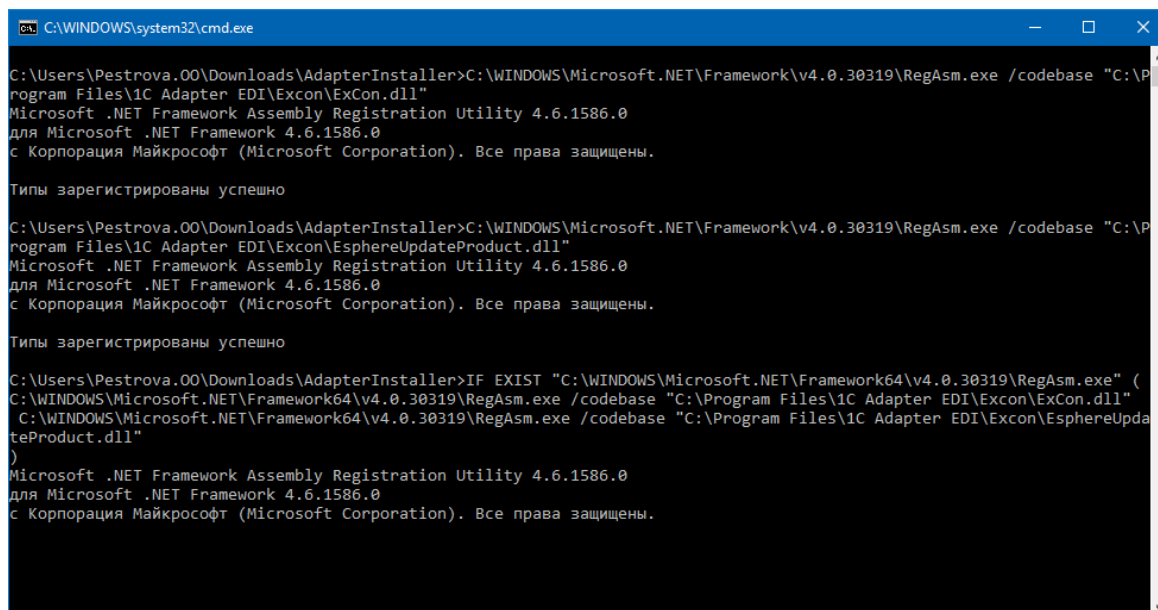

Рисунок 11 – Автоматическая регистрация библиотек
- автоматически произойдет регистрация необходимых для работы библиотек (рис. 11);